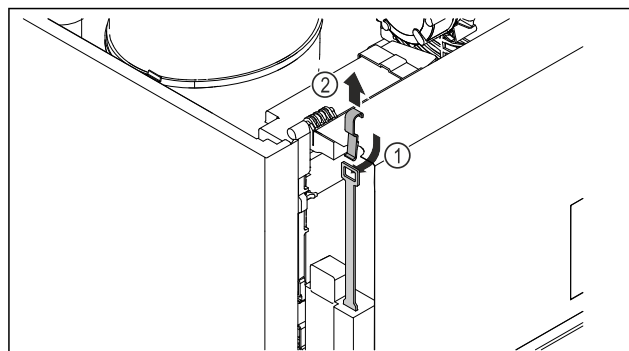

Fig. 211
- Вставьте ключ аварийной разблокировки Fig. 211 (1) сверху, сцепите его с замком и потяните вверх Fig. 211 (2).